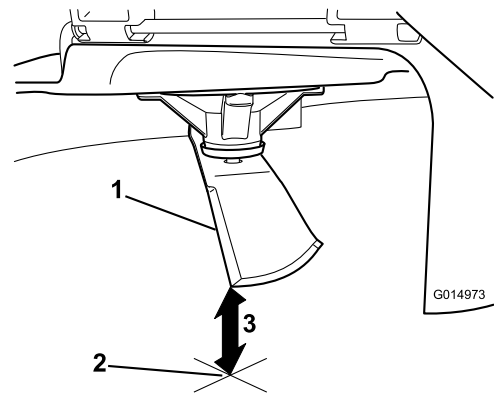

Figura 75
3. Mida desde la punta de la cuchilla hasta la superficie plana (**Figura 75**).